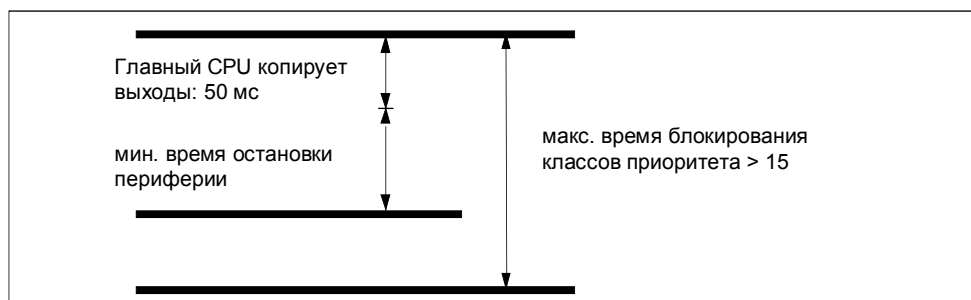

Рис. 6–5. Соотношение между мин. временем остановки периферии и макс. временем блокирования классов приоритета > 15
На рис. 6–5 показано соотношение между мин. временем остановки периферии и макс. временем блокирования классов приоритета > 15.
- Как показано на рис. 6–2, после последнего копирования в резервный CPU, снова передается в резервный CPU. **Количество и структура блоков данных**, которые вы описываете в классах с высоким приоритетом, определяет длительность этого процесса и, таким образом, макс. время блокирования классов приоритета > 15. Указание вы получите в нижеприведенных способах устранения.